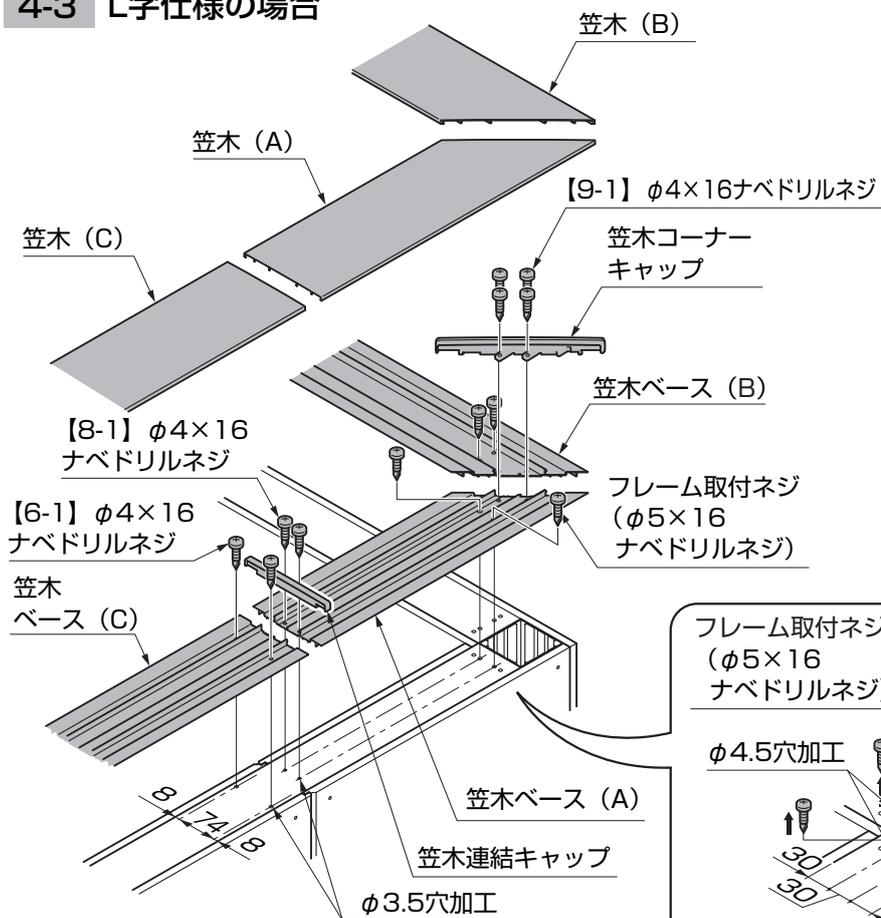

図4-3
- ②フレームにφ3.5とφ4.5の穴加工をしてください。(図4-2、図4-3参照)
- ③笠木コーナーキャップを笠木ベースに【9-1】で取付けてください。
- ④笠木ベースをフレーム上端に【6-1】で取付けてください。
- ⑤笠木(A)、(B)をそれぞれ笠木コーナーキャップをよけた状態ではめ込み、笠木コーナーキャップに当たるまでスライドしてください。
- ⑥連結する場合は「4-2 標準仕様で笠木を連結する場合(W30)」を参照し、笠木(C)を連結してください。